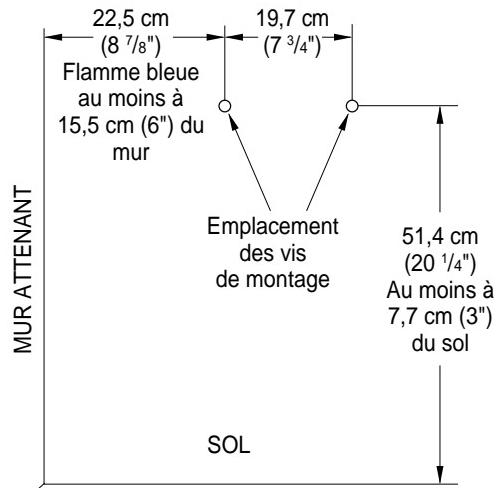

Figure 6 - Emplacement des vis de montage
AVERTISSEMENT : Respecter les distances minimum indiquées à la figure 6. Dans la mesure du possible, placer l'appareil plus loin du sol et du mur attenant.
2. Marquez l'emplacement des deux vis de montage sur le mur (voir la figure 6).